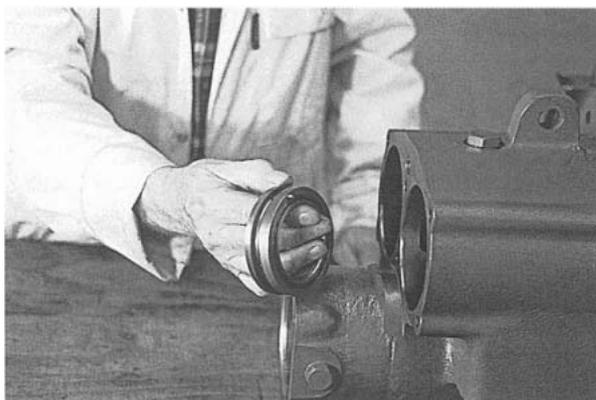
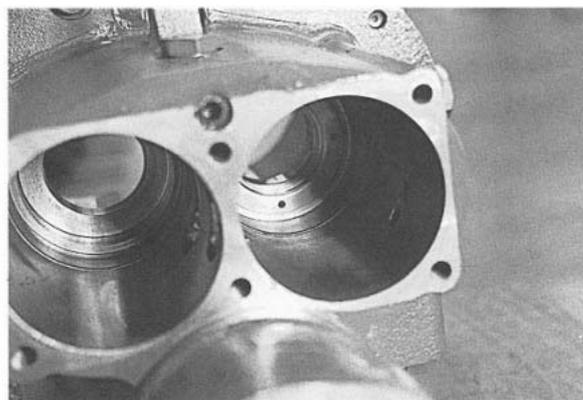

Рис. 111
Рис. 112
7. Смажьте и установите уплотнительное кольцо и стопорный установочный штифт в плавающую втулку "мама" (рис. 111), выровняйте штифт по отношению к отверстию выходного кожуха. (Рис. 112)